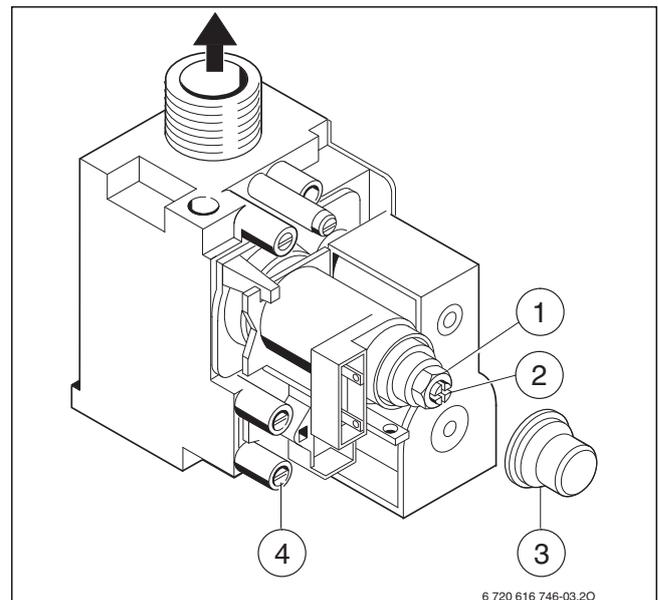

Fig. 41 Bloc gaz
- Retirer le capuchon (→ fig. 41 [3]) du bloc gaz.
- Pour « max » prendre la pression aux injecteurs indiquée (mbars) dans le tableau sur la page 39 et la contrôler. Vérifier que l'écrou (→ fig. 41 [1]) est bien serré en butée sur le corps laiton.
- Pour « min » prendre la pression aux injecteurs (min ECS) indiquée (mbars) dans le tableau sur la page 39. Régler la pression aux injecteurs au moyen de la vis de réglage de débit gaz minimal (→ fig. 41 [2]).
- Desserrer la vis dans la prise de mesure de la pression de raccordement (→ fig. 41 [4] en page 30) et brancher un manomètre à cette prise.
- ▶ Retirer le capuchon (→ fig. 41 [3]) du bloc gaz.
- ▶ Pour « max » prendre le débit de gaz indiqué dans le tableau sur la page 39 et le contrôler. Vérifier que l'écrou (→ fig. 41 [1]) est bien serré en butée sur le corps laiton.
- ▶ Pour « min » prendre le débit de gaz (min ECS) indiqué dans le tableau sur la page 39. Régler la pression aux injecteurs au moyen de la vis de réglage de débit gaz minimal (→ fig. 41 [2]).